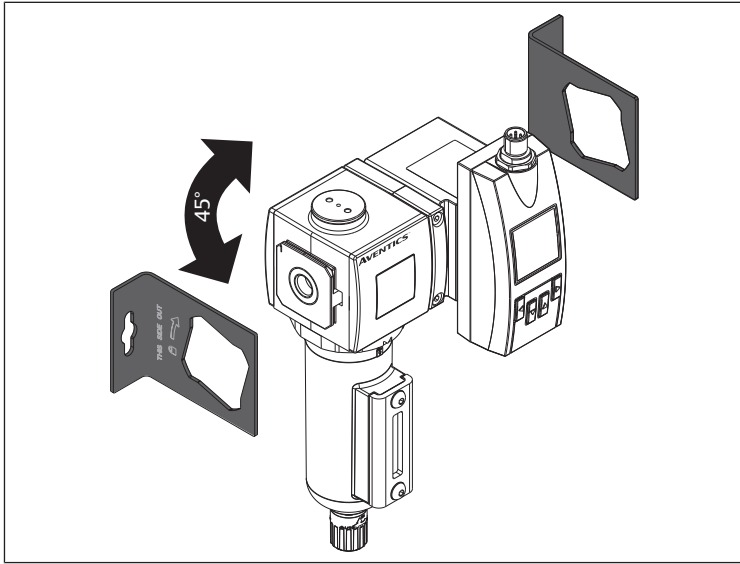

Fig. 6: Montage avec équerre de fixation
2. Monter le produit avec une équerre de fixation. Voir → Fig. 6.